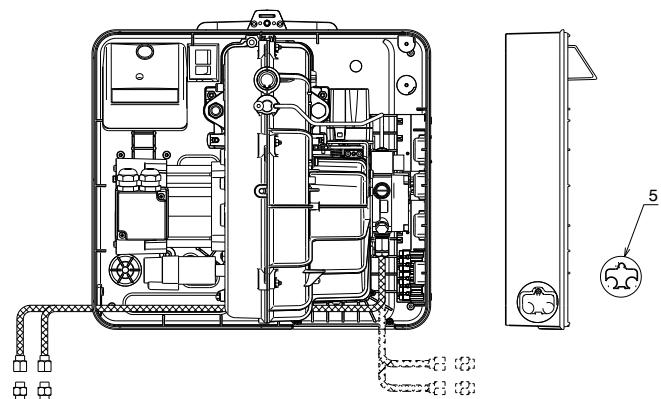

Abb. 20
- Ziehen Sie die Schläuche durch die Öffnungen der kleinen linken Platte 5)(Abb. 20), entfernen Sie dazu die dünne Membran, mit der die beiden Öffnungen verschlossen sind oder gehen Sie wie nachstehend beschrieben vor: Lösen Sie die Schrauben 1), öffnen Sie die Teile 2) und 3) der Platte und entfernen Sie die dünne Membran, mit der die beiden Öffnungen 4) verschlossen sind.